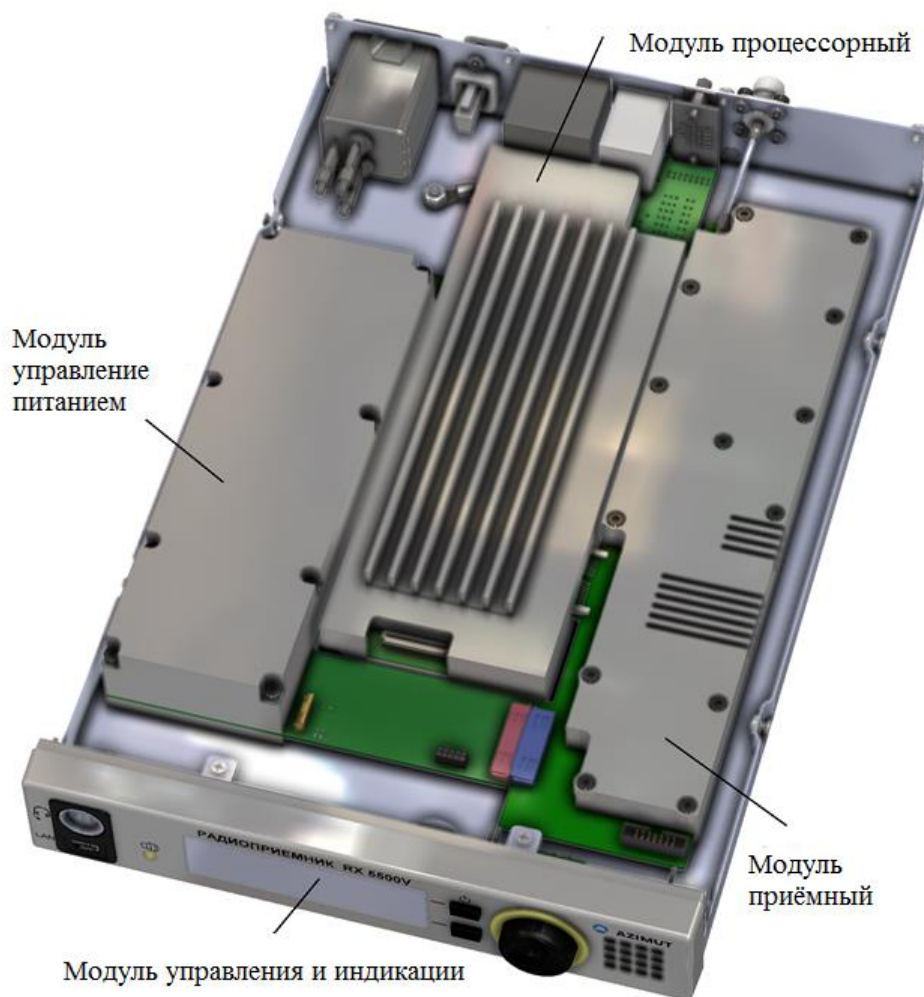

Рисунок 5 – Внутреннее устройство и расположение модулей
1.7.1.1 Внутреннее устройство и расположение составных модулей в корпусе Изделия со снятой крышкой показано ниже (Рисунок 5).